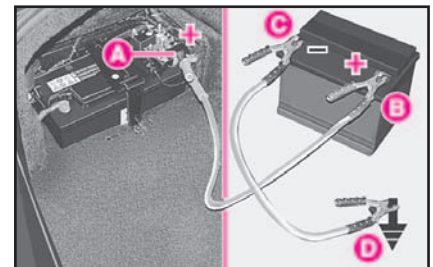

fig. 3
5) Collegare i morsetti positivi (+) A (fig. 3) e B delle due batterie con un apposito cavo.